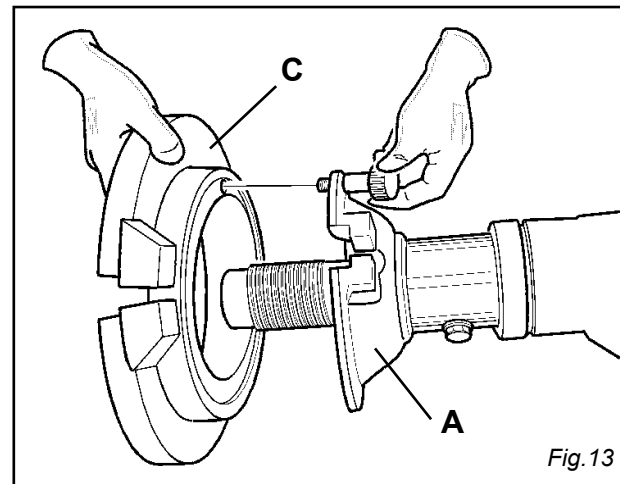
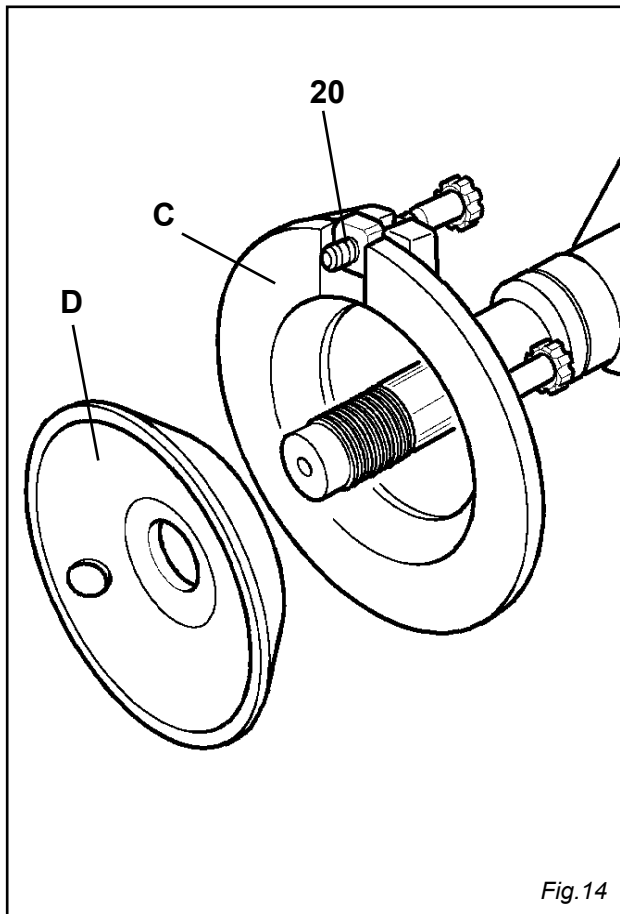

Fig.13
Fig.14
Per bloccare cerchi con queste caratteristiche occorre montare la flangia grande (C) come indicato in fig. 13 e usare il cono grande (D) (Fig. 14).
To lock these rims, mount big flange (C) as indicated in fig. 13 and use big cone (D) (Fig. 14)
Для крепления данного типа диска установите большой фланец (C), как показано на Рис. 13 и воспользуйтесь большим конусом (D). (Рис. 14)